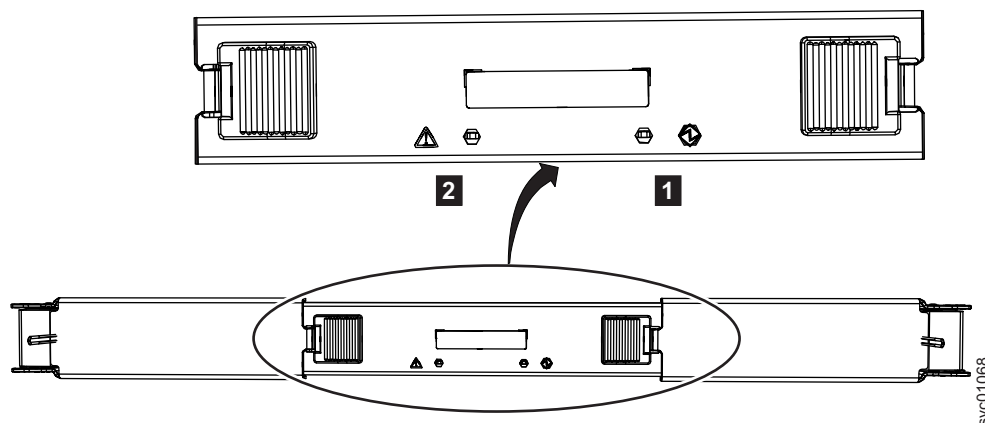

Figure 87. Voyants d'un module d'extension secondaire
2. Identifiez le module d'extension secondaire à remplacer ; la figure 87 montre les voyants sur le dessus d'un module d'extension secondaire.